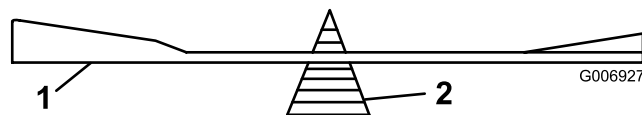

Bild 41
- Überprüfen Sie die Auswuchtung jedes Messers auf einer Ausgleichsmaschine (Bild 41). Wenn das Schnittmesser in der horizontalen Position bleibt, ist es ausgewuchtet und kann verwendet werden. Feilen Sie, wenn das Schnittmesser nicht ausgewuchtet ist, an der Rückseite des Messers etwas Metall ab. Wiederholen Sie diesen Vorgang, bis das Messer ausgewuchtet ist.